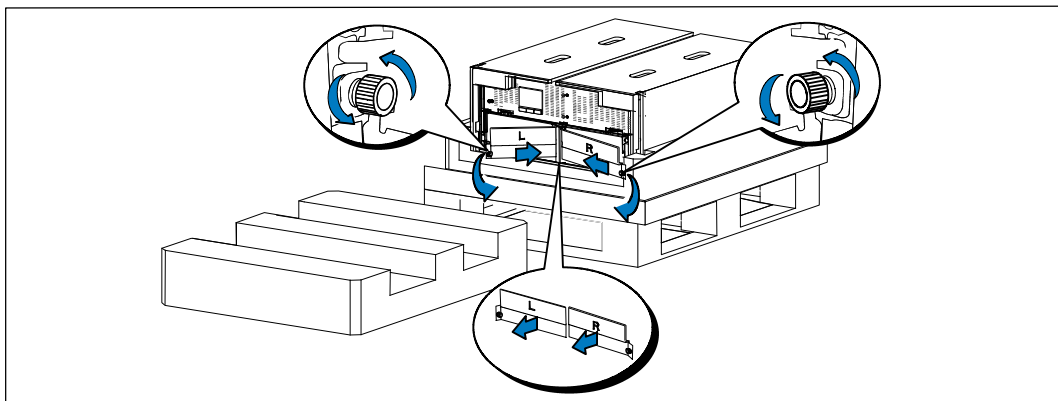

図 7. バッテリー保持ブラケットの取り外し方
- 5 UPSから左右のバッテリー保持ブラケットを取り外します(図 7を参照):